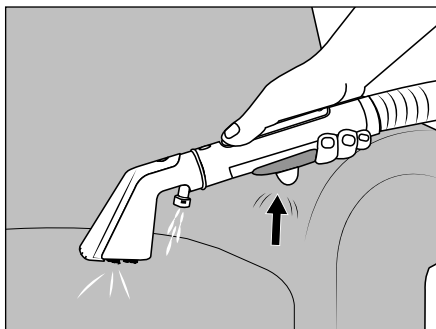

Fig. 6
(1) Assicurarsi che durante l'uso dell'apparecchio le aperture di aspirazione ②③/③① della bocchetta per imbottiture ②② o della bocchetta per giunti ②④ non vengano bloccate da oggetti lasciati in giro, filacce, peli o simili. Ciò potrebbe causare danni alla bocchetta per imbottiture ②② o alla bocchetta per giunti ②④, che non funzionerebbero più correttamente. (2) Prima di iniziare la pulizia controllare se l'etichetta del produttore dell'imbottitura, moquette o tappeto riporta particolari istruzioni per la cura. L'apparecchio non è adatto a tessuti delicati (ad es. seta, pelle, flokati ecc.). (3) Prima di utilizzare detersivi (detergente a base d'aceto o detergente per imbottiture) provare ad effettuare la pulizia con l'apparecchio dapprima in un punto poco visibile, in modo da assicurarsi che il colore non venga alterato. (4) Prima di usare l'apparecchio, montarlo correttamente e riempire il contenitore dell'acqua pulita ②. (5) Spegnerlo prima di sostituire la bocchetta per imbottiture ②② con la bocchetta per giunti ②④ o viceversa. (6) Se il contenitore dell'acqua sporca ⑦ è pieno, il galleggiante ⑥ chiude l'apertura di aspirazione e l'apparecchio funziona ad un numero di giri maggiore. Spegnerlo subito l'apparecchio (vedere il capitolo 7.1. **Pulizia del contenitore dell'acqua sporca**).
- ◆ Sollevare le maniglie da trasporto ①⑧ e trasportare l'apparecchio fino al luogo in cui se ne ha bisogno.
- ◆ Sostenere la bocchetta per imbottiture 22 a 2-3 cm sopra l'area da pulire e azionare il tasto di spruzzo 20 per applicare acqua/soluzione detergente dall'ugello vaporizzatore 26 (vedere fig. 6).